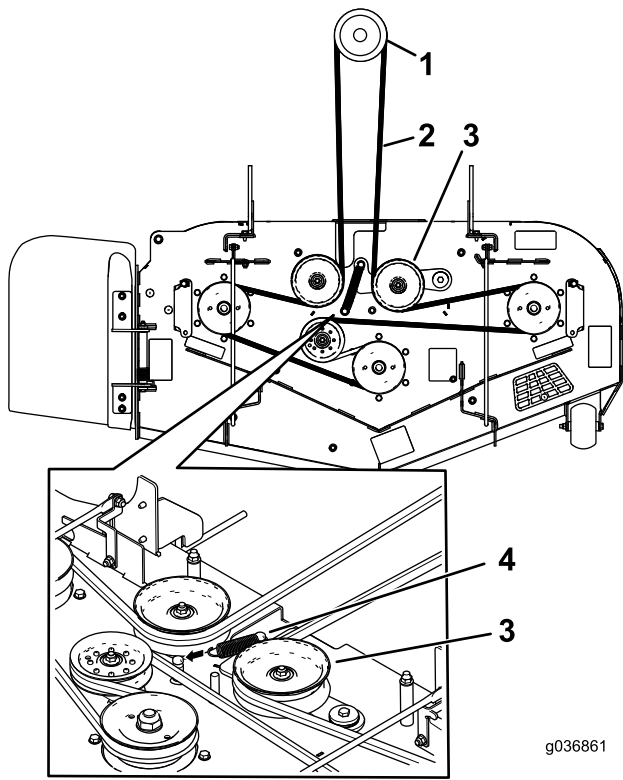
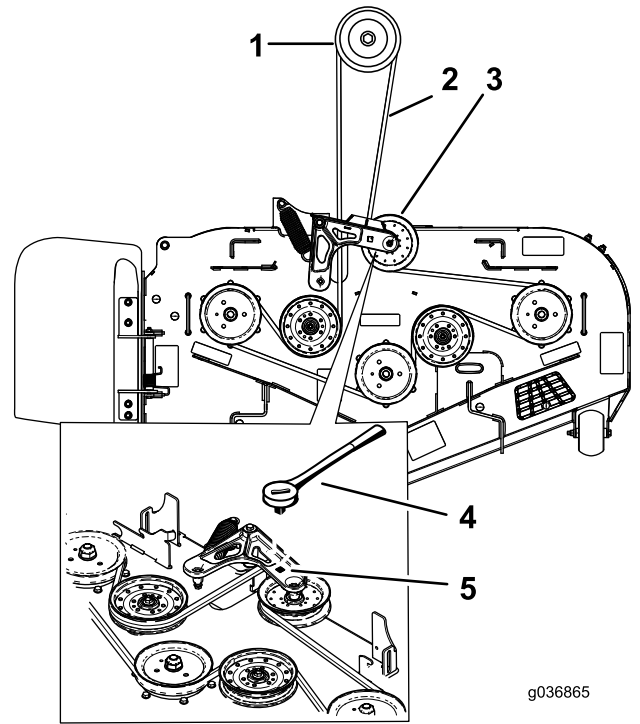

図 7
図 9
1. 刈り込み車両についているスプリング付きのアイドラプーリのスプリングの張力を解除する 図 7 または 図 9 を参照。
注 モデル 78404、78405、および 78406 のブローアでは、アイドラアームに四角いラチェットを差し込んで、スプリングのテンションをゆるめます 図 9。